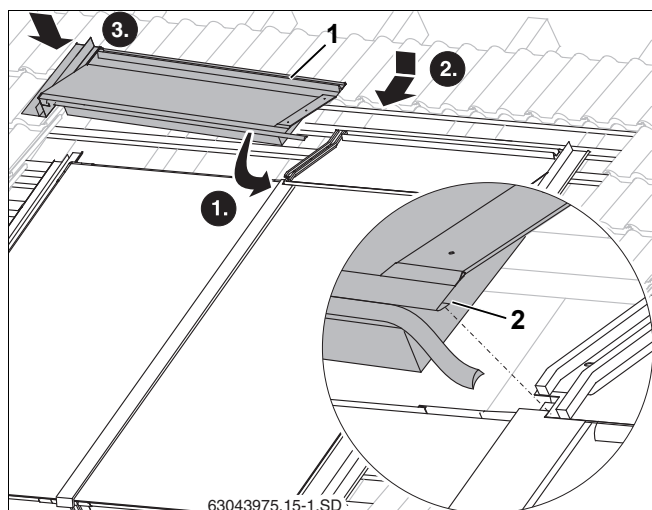

Рис. 57 Верхний левый накладной лист
- ▶ Другие верхние накладные листы заправьте фальцем (рис. 57, поз. 2) в уже смонтированный накладной лист и затем придвиньте к коллектору.
- ▶ Введите левый верхний накладной лист (рис. 57, поз. 1) в левый боковой накладной лист.